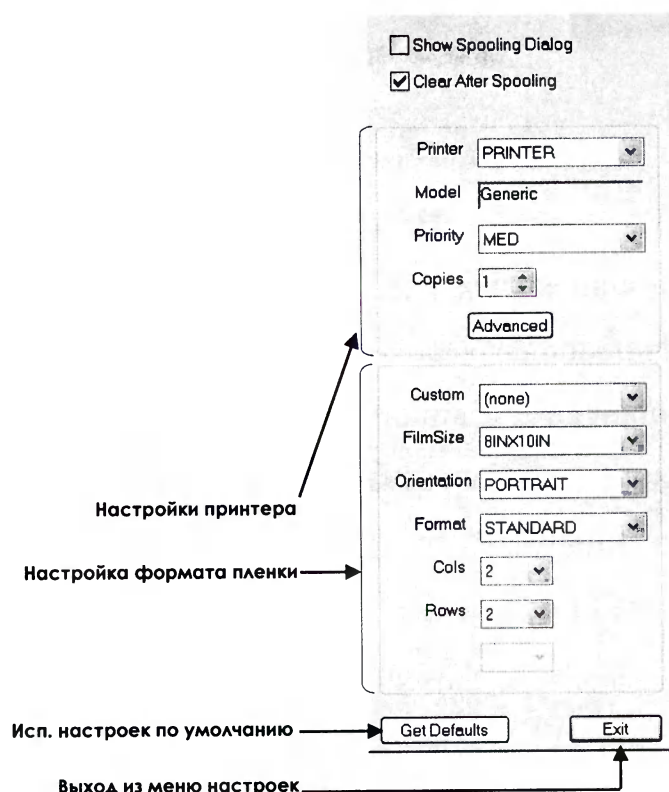

Рисунок 145
– выберите **Развернуть** для открытия меню настройки (см. рисунок 145) и, таким образом, установите параметры пленки: